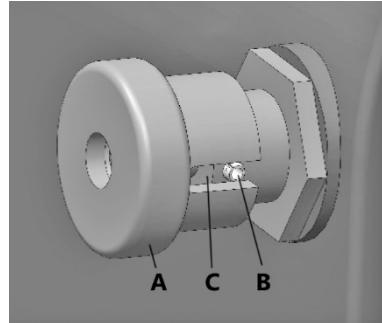

Рисунок 4.
- Вытащите ручку А блокировки шпинделя (рис. 4) и поверните так, чтобы упор расположился на штифте В (шифт в пазе С ручки). Ручка А находится на задней стороне передней бабки.
- Заблокируйте шпиндель (рис. 4). Вставьте выколотку С в отверстие D на обечайке планшайбы А и при помощи рожкового ключа Е полностью зафиксируйте планшайбу.
- Заблокируйте шпиндель (рис. 4) и Вставьте выколотку в отверстие С на обечайке планшайбы А и при помощи гаечного ключа D открутите планшайбу, вращая ее против часовой стрелки.
Переведите замок шпинделя в закрытое положение (штифт внутри паза ручки блокирован, рис. 4), чтобы легче установить нужную точку на шкиве.